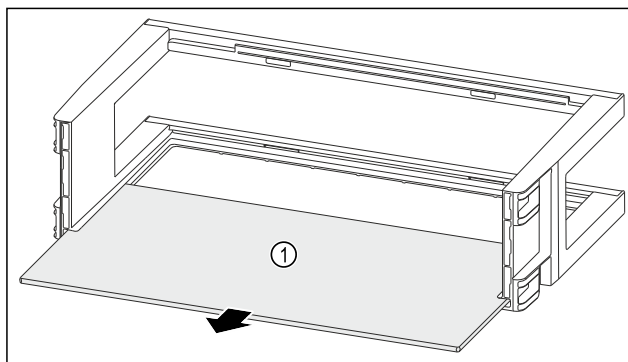

Fig. 139
- Retirer la tablette de rangement *Fig. 139 (1)*.